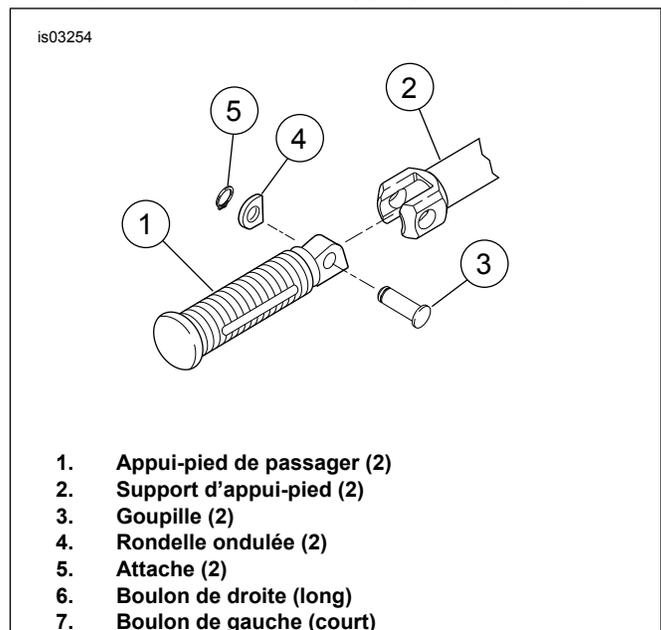

Figure 6. Monture d'appui-pied de passager (côté droit)
4. Voir Figure 6. Retirer l'appui-pied de passager (1) du support d'appui-pied (2) en retirant la goupille (3), la rondelle ondulée (4) et l'attache (5). Conserver les pièces détachées pour l'installation du kit.
1. Voir Figure 6. Installer l'appui-pied de passager (1) au support d'appui-pied (2) à l'aide de la goupille d'origine (3), d'une rondelle ondulée (4) et d'une attache (5).